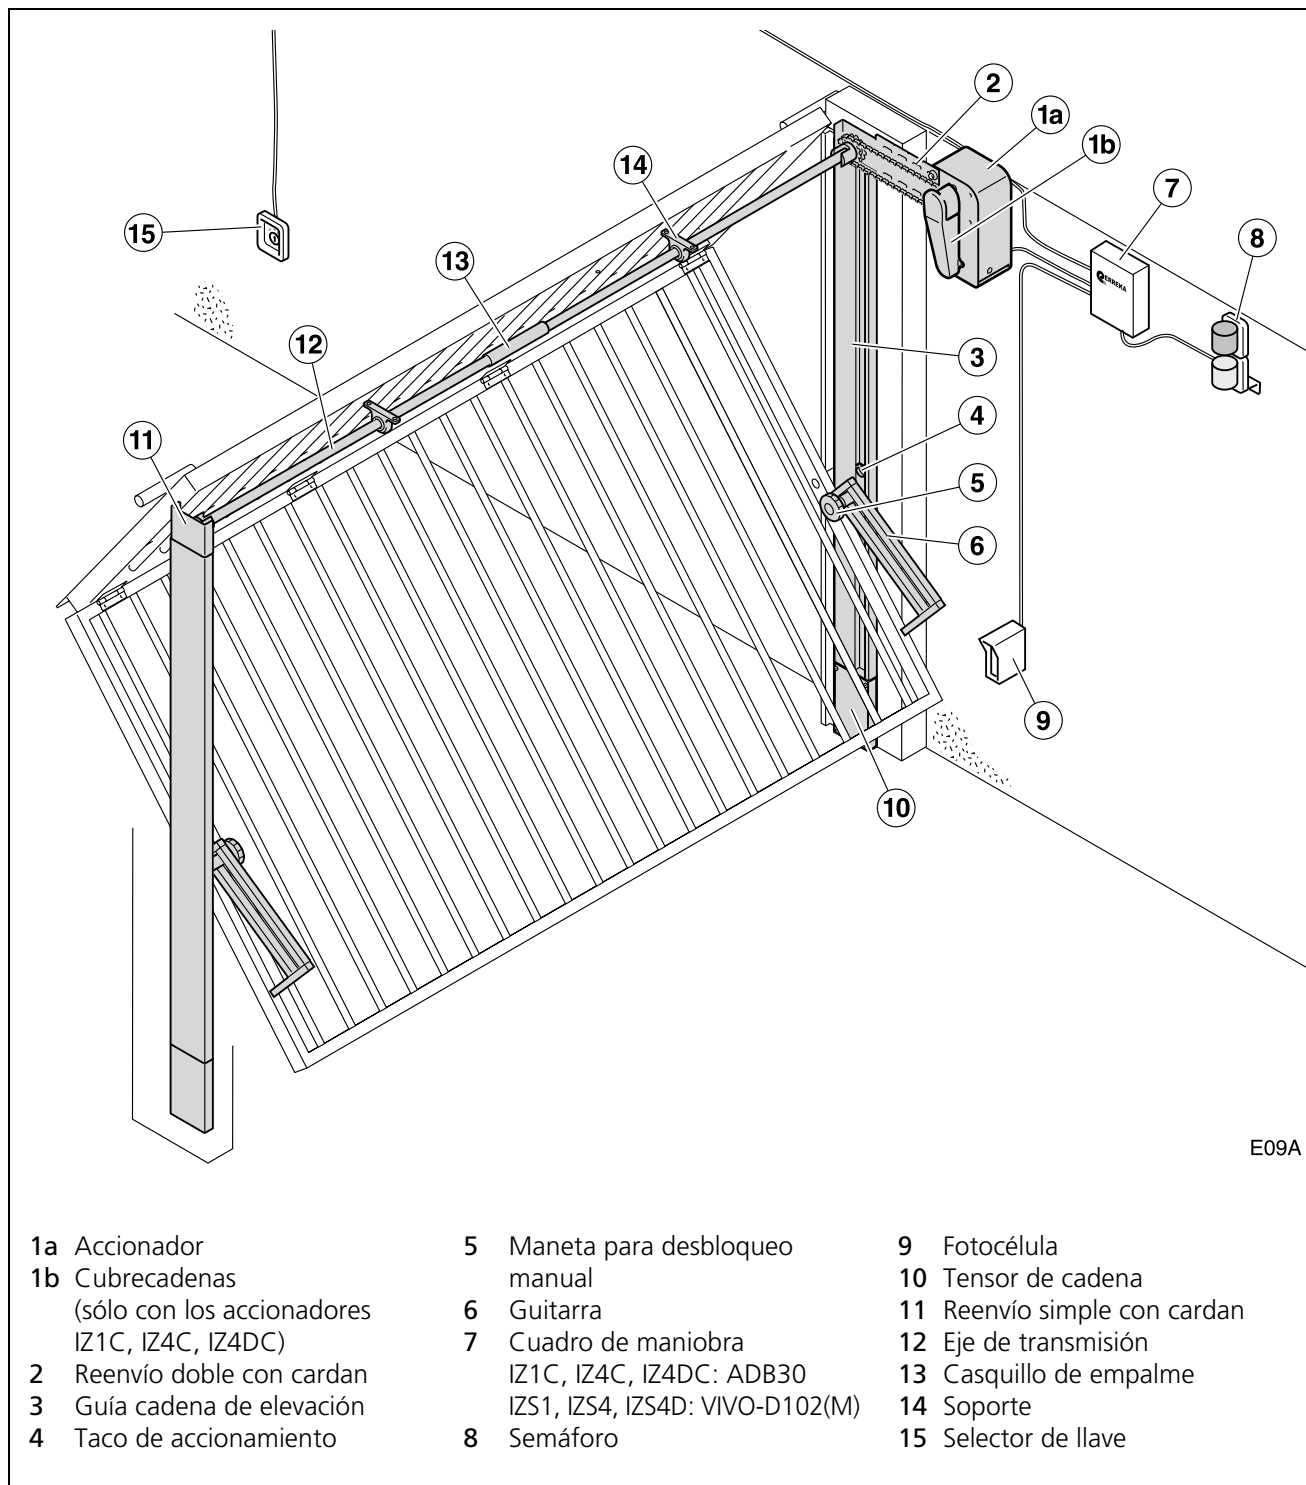

Fig. 1 Elementos de la instalación completa
**📖** Para más información, vea "Fig. 1 Elementos de la instalación completa" en la página 3.
- 2 Compruebe que el contenido del paquete está completo. Debe incluir el accionador (1a) y en los accionadores IZ1C, IZ4C e IZ4DC, también el cubrecadenas (1b) (ver "Fig. 1 Elementos de la instalación completa" en la página 3). El resto de elementos se suministran por separado.